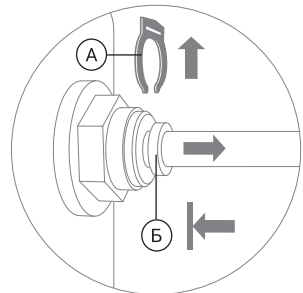

Рис. 4
2. Отсоедините стопорную клипсу (А). Удерживая цанговое кольцо (Б) прижатым к основанию фитинга, потяните на себя пластиковую трубку и аккуратно извлеките ее из фитинга (рис. 4).